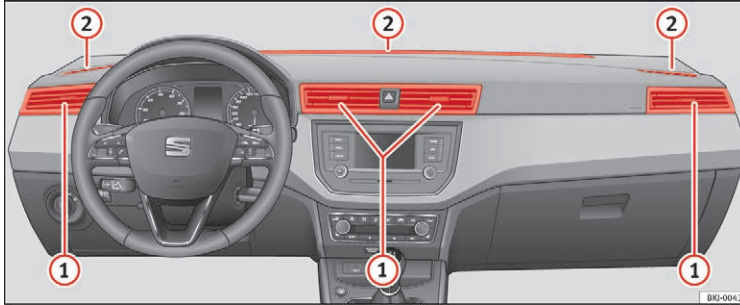

Fig. 144 Luftdyser
For at opnå en tilstrækkelig opvarmning, køling og lufttilførsel i kabinen, bør luftdyserne » Fig. 144 ① være åbne.